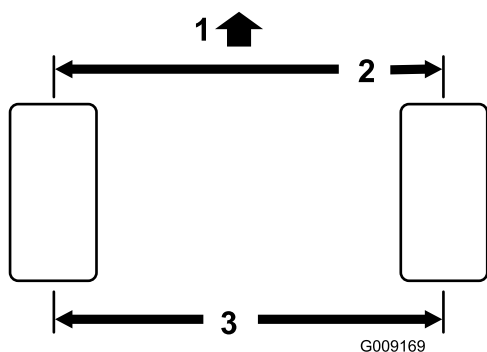

Рисунок 63
2. Измерьте межцентровое расстояние (на высоте оси) на передней и задней стороне рулевых колес (Рисунок 63).